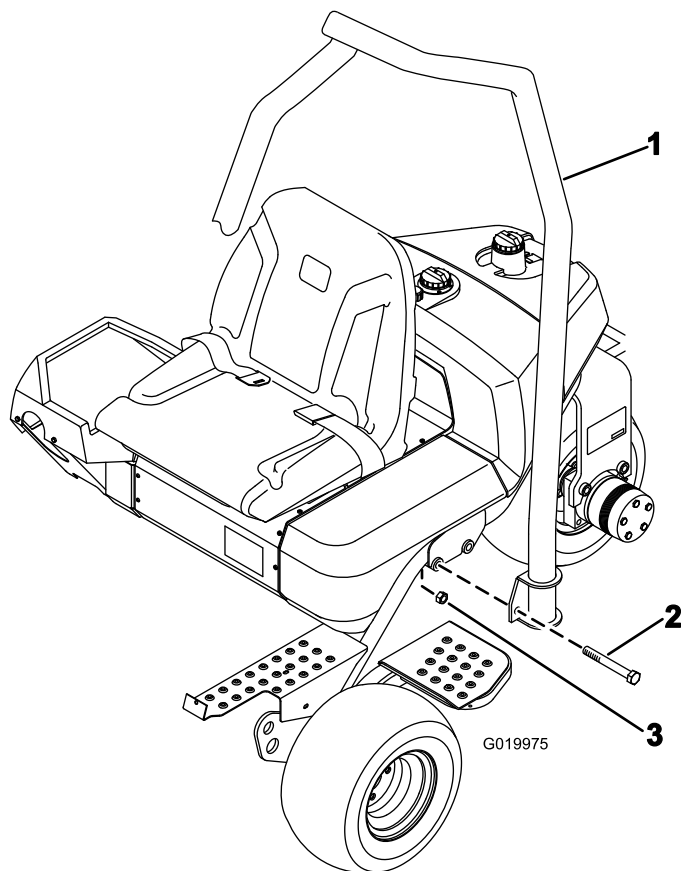

図 7
1. ROPS の上部の湾曲部が機体の前方を向くように ROPS を配置する 図 7。
2. ROPS をフレームの上に降ろし、取り付け穴に整列させる 図 7。
3. ROPS の左右それぞれをフレームに固定するボルト2本 $\frac{5}{8}$ x 4 $\frac{1}{2}$ "と、ロックナットを 図 7 のように使用する。